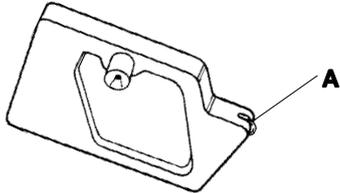
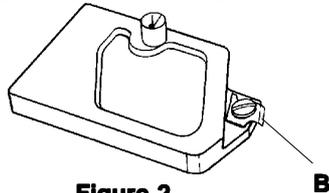
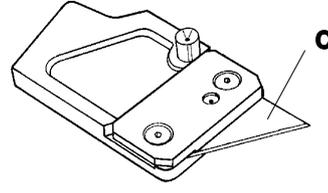
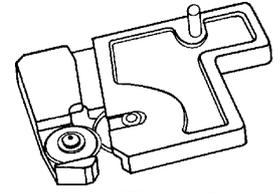

Figure 1
Figure 2
Figure 3
Figure 4
Four separate tool holding **PILLAR POSTS** are provided. The glass cutting **PILLAR POST**, **Figure 1**, uses a replaceable wheel unit (**A**). Ten steel wheel units are included with the machine, and tungsten carbide wheel units are available. The plastic cutter **PILLAR POST**, **Figure 2**, utilizes the APB-12 replaceable cutting blade (**B**), 10 of which are provided in the parts bag. The mat/mount board **PILLAR POST**, (**Figure 3**) uses a special blade (**C**), 10 included. The hardboard cutter (**Figure 4**) is a dual wheel cutting device located on its **PILLAR POST**.
Vier separate **Werkzeughalter** sind vorhanden. Der **Glasschneidehalter (Abbildung 1)** benutzt ein austauschbares Glasschneiderädchen (A). Die Maschine wird mit zehn Glasschneiderädchen geliefert, Wolfram-Karbid-Schneiderädchen sind erhältlich. Der **Plastikschneidehalter, (Abbildung 2)** verwendet die austauschbare Anreißklinge APB-12 (B), von denen zehn Stück in der Teiletüte zu finden sind. Zum Schneiden von Passepartoutmaterial und Karton wird ein **Halter (Abbildung 3)** mit einer **speziellen Klinge (C)** sowie 10 Ersatzklingen, geliefert. Der **Halter (Abbildung 4)** zum Schneiden von Hartfaserplatten enthält aus zwei extrem scharfe Rollenmessern.
La machine est fournie avec quatre **OUTILS** différents pour attacher des dispositifs de coupe. L'**OUTIL** pour la coupe du verre, **Figure 1**, utilise un assemblage à molettes remplaçable (A). Dix assemblages à molettes en acier sont fournis avec la machine et des assemblages à molettes en carbure de tungstène sont également disponibles. L'**OUTIL** pour la coupe de plastique, **Figure 2**, utilise une lame à entailler ABP-12 remplaçable (B), et 10 de celles-ci sont fournies dans le sachet de pièces détachées. L'**OUTIL** pour la coupe des panneaux de montage et des panneaux en mousse (**Figure 3**) utilise une lame spéciale (C) et 10 d'entre elles sont incluses. Le dispositif de coupe pour les panneaux MDF est équipé d'un jeu de deux molettes situé à même l'**OUTIL**.